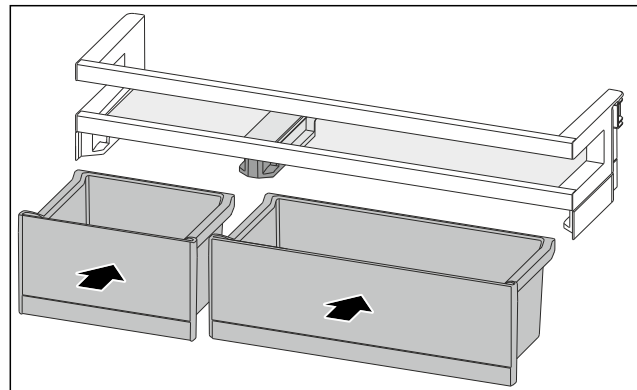

Fig. 94
- ▶ VarioBoxen in getauschter Anordnung einsetzen. (siehe Fig. 94)